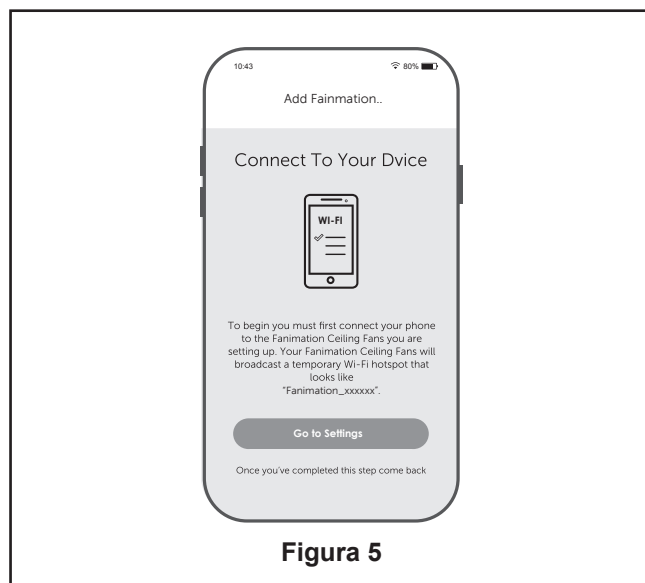

Figura 5
5. En este paso, el receptor WiFi de su ventilador de techo debe estar instalado y dentro del rango de su router WiFi. Con la App abierta, seleccione “añadir dispositivo”. (Figura 5)